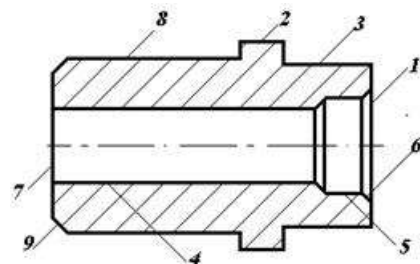

Рисунок 2 – Комплексная деталь
*Этап 1.* Группирование деталей и формирование комплексной детали: формируется эскиз комплексной детали, и нумеруются обрабатываемые поверхности (рис. 2); наносятся номера поверхностей на эскизы всех деталей группы (рис. 3); заполняется таблица 2 общими сведениями о технологических переходах обработки комплексной детали. Считаем, что детали изготавливаем из прутка. Код «1» означает, что данная поверхность в детали присутствует, код «0» - отсутствует